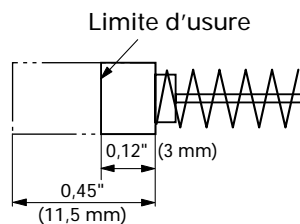

Fig. 28
4. Contrôle des balais en carbone : (Fig. 28)